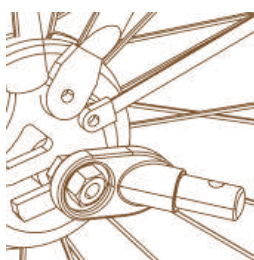

Figur 11
1. Snabbkopplingsaxel: Ta bort snabbkopplingen från cykelns bakre vänstra axel. Montera kopplingen mellan snabbkopplingen och cykelramen. Dra åt snabbkopplingen enligt cykeltillverkarens anvisningar. Kopplingen kan sitta kvar på cykeln när trailern kopplas bort (Figur 11).